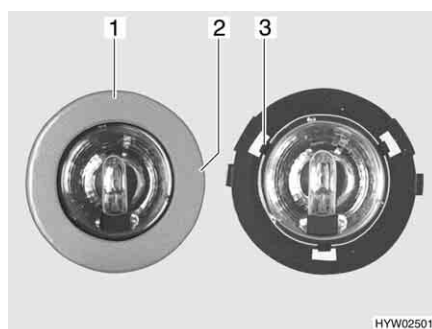

Bild 236 Halogeneinbauleuchte
- Langsam die Blende (Bild 236,1) drehen, bis die Nase (Bild 236,2) des Gehäuses in der darunter liegenden Blendennut einrastet.
- Drei Klammern (Bild 236,3) halten die Glasscheibe der Halogenleuchte im Gehäuse. Eine der drei Klammern zur Seite drücken.